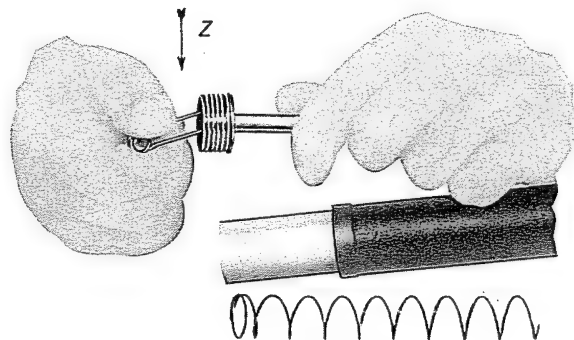

Fig. 33
- b) Estrarre dal tappo la molla (fig. 33 - Z) premendo fra il pollice e l'indice (oppure con una piccola pinza) i due gambi della molla Z.
- b — depress both legs of the magazine tube cap spring (Z - fig. 33) to withdraw it from the cap. (store this spring in a safe place).
- b — comprimer les deux jambes du ressort du bouchon du tube magasin (Z - fig. 33) pour pouvoir l'enlever du bouchon (garder ce ressort dans une place sûre)*